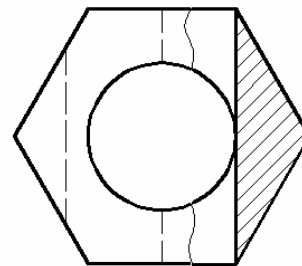

Рис. 5.39
26. Самостоятельно вычертить вторую волнистую линию внизу на стороне горизонтального разреза (рис. 5.39).